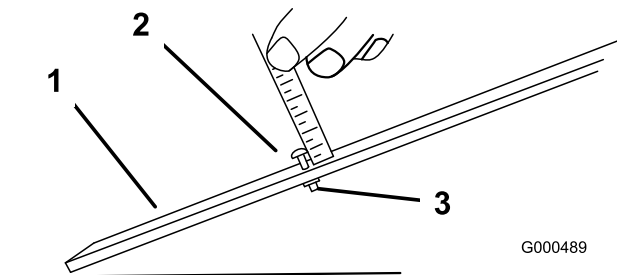

Bild 13
1. Lösen Sie die Mutter an der Messlehre und stellen Sie die Einstellschraube auf die gewünschte Schnitthöhe ein (Bild 13).